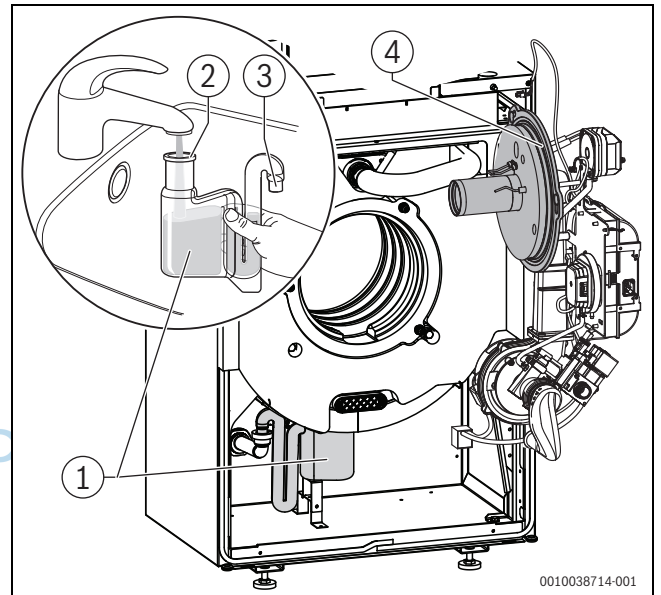

Bild 48 Siphon reinigen
- Vor Brennermontage den richtigen Sitz des O-Rings (→ Bild 48, Seite 31) überprüfen und ggf. korrigieren.